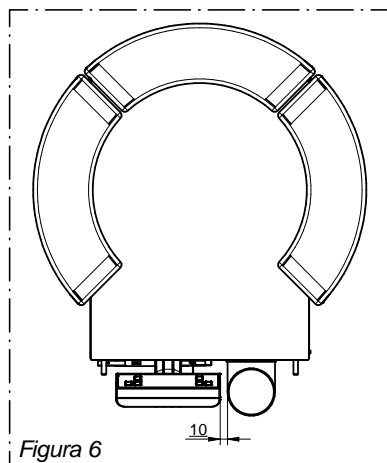

Figura 6
- Porre particolare attenzione nell'assemblaggio del tubo uscita fumi poiché lo stesso deve distare non meno di 10 mm dal pannello comandi (Figura 6): assemblare il tubo a ridosso del pannello significa danneggiare il pannello comandi (danno non coperto da garanzia). Con questa installazione è possibile canalizzare posteriormente l'aria calda utilizzando solamente l'uscita lato destro. **Attenzione!** nella versione canalizzabile è tassativamente vietato l'utilizzo della canalizzazione lato sinistro.